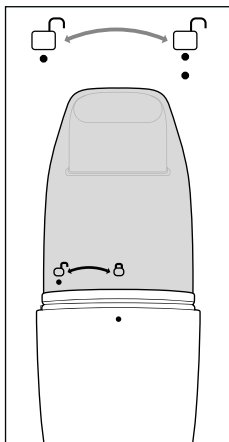
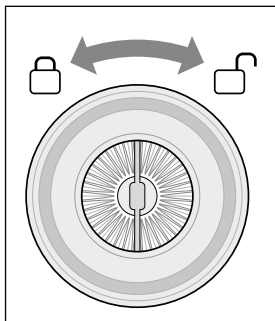

Fig. 6
Fig. 9
1. Quand vous ouvrez le bac à poussière ❸, veillez aux repères ● situés sous le symbole □ du bac à poussière ❸ et sur le bord de l'appareil. Tenez l'appareil au niveau de la poignée ❹ et tournez le bac à poussière ❸ jusqu'à ce que les deux repères se trouvent l'un au-dessus de l'autre (voir fig. 6).
6. Remettez le bac à poussière ❸ sur l'appareil. Veillez à ce que les deux repères ● situés sous le symbole □ du bac à poussière ❸ et sur le bord de l'appareil se trouvent l'un au-dessus de l'autre (voir fig. 6). Tournez le bac à poussière ❸ jusqu'à ce que le repère ● sur le bord de l'appareil se trouve en dessous du symbole □ du bac à poussière ❸ et que le bac à poussière ❸ s'enclenche de manière audible dans l'appareil.
- Remplacez régulièrement le filtre à poussière ❺ pour garantir un fonctionnement impeccable et hygiénique de l'appareil.
1. Sortez le filtre à poussière ❺ avec le boîtier du filtre ❹ du bac à poussière ❸ (voir chapitre **Vider le bac à poussière**).
2. Veillez au symbole de cadenas sur le couvercle du filtre à poussière ❺. Tournez le filtre à poussière ❺ vers la droite en direction de  et sortez-le ensuite du boîtier du filtre ❹ (voir fig. 9 et 10).
- Lorsque vous souhaitez remplacer le filtre à poussière ❺, passez les étapes 3 et 4. Allez directement à l'étape 5.
3. Tapotez le filtre à poussière ❺ et le boîtier du filtre ❹ dans une poubelle.
4. Nettoyez le filtre à poussière ❺ et le boîtier du filtre ❹ à l'eau du robinet et laissez-les ensuite entièrement sécher à l'air libre.
5. Remplacez le filtre à poussière ❺ dans le boîtier du filtre ❹ et tournez-le vers la gauche dans le sens  jusqu'à ce qu'il soit bien fixé dans le boîtier du filtre ❹ (voir fig. 9).
6. Insérez à nouveau le filtre à poussière ❺ avec le boîtier du filtre ❹ dans le bac à poussière ❸. Veillez à ce que le filtre à poussière ❺ soit bien droit dans le bac à poussière ❸ et à ce que la lèvre en caoutchouc entoure bien le bac à poussière ❸.
7. Remettez le bac à poussière ❸ sur l'appareil. Veillez à ce que les deux repères ● situés sous le symbole  du bac à poussière ❸ et sur le bord de l'appareil se trouvent l'un au-dessus de l'autre (voir fig. 6). Tournez le bac à poussière ❸ jusqu'à ce que le repère ● sur le bord de l'appareil se trouve en dessous du symbole  du bac à poussière ❸ et que le bac à poussière ❸ s'enclenche de manière audible dans l'appareil.